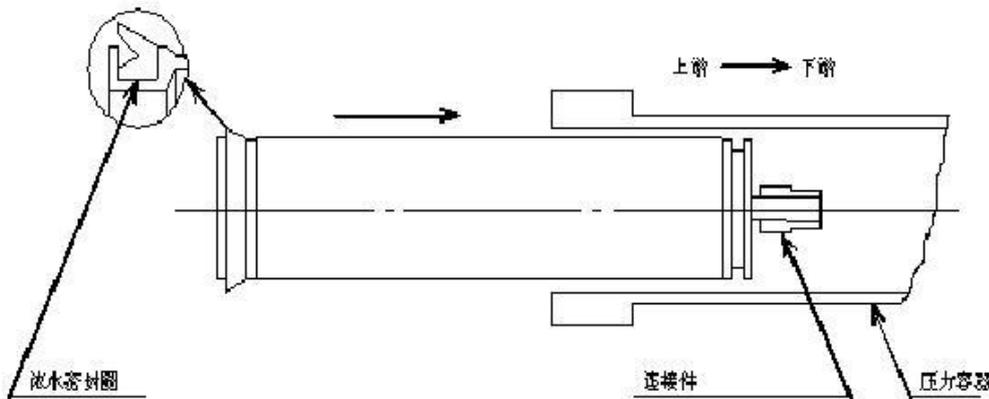

图 1 安装一支膜元件图例
- ① 通常膜元件置于 1 %浓度的亚硫酸氢钠溶液中保存，首先应用纯水充分冲洗。
- ② 如图 1 所示，膜元件的给水侧有一个浓水密封圈、注意密封圈的安装方向是口朝上游张开。浓水密封圈的功能是保证原水全部流到膜元件内不发生旁流。原水自身流速会使浓水密封圈的开口朝压力容器内壁紧压密封。若密封圈的安装方向相反，原水不能密闭，造成一部分原水流到膜元件外侧，使膜表面流速降低，导致产生结垢，从而缩短膜的使用寿命。
- ③ 确认 O 型圈安装在连接配件指定位置上。安装时要注意 O 型圈及连接件表面没有划伤或附着物。注意不要将 O 型圈扭曲安装。若连接件